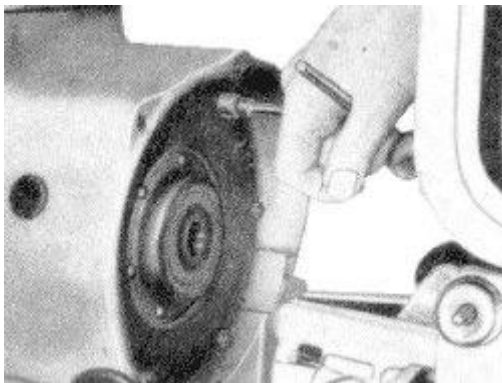

Bild 84. Kupplung ausbauen
2. Sechs Sechskantmuttern M6 abschrauben (**Bild 84**).